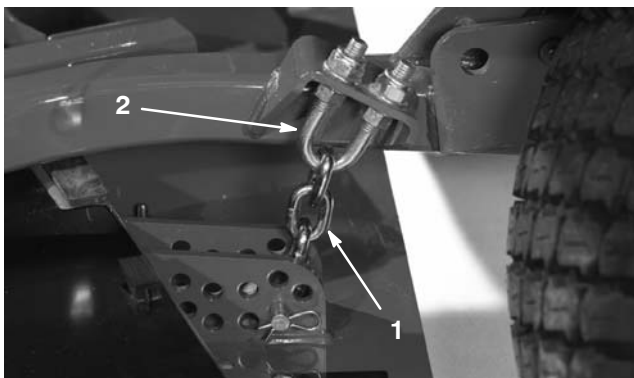

Bild 78
1. Lockern Sie die Klemmmutter an der Unter- oder Oberseite des U-Bügels an der Schnitthöhenkette (Bild 78).